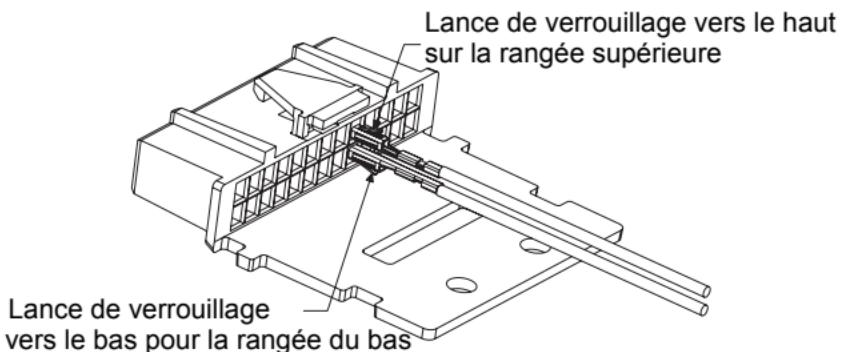

Figure 3. Orientation de la borne
Le kit d'interrupteur d'urgence au pied comprend un câble. Une extrémité du câble possède deux fils exposés, l'autre extrémité possède deux fils, l'un avec une cosse, l'autre avec une borne de contact reliée. Reportez-vous à la *Figure 3* et effectuez les connexions de la manière suivante:
- Insérez le file de câble avec la borne de contact dans la broche No. 23 du connecteur accessoire, comme indiqué à la *Figure 3*.